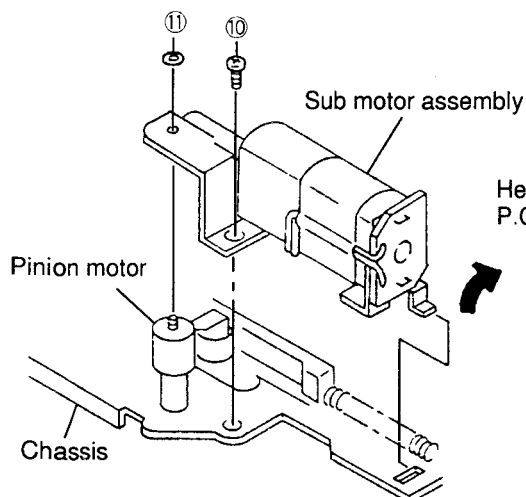

Figure 9
- (1) Remove M1.2 lock washer ⑪ and one screw ⑩ as shown in Figure 9.
- (2) Remove the sub motor assembly by pulling it up in the direction of the arrow as shown in Figure 9.
- (3) Mount it, following the removal steps in the reverse order.
- (1) ロックワッシャー⑪（M1.2）と1本のネジ⑩を外します。（図9参照）
- (2) 図中の矢印の方向へ持ち上げながらサブモーター組立を外します。（図9参照）
- (3) 取り外し方の逆の手順で取り付けます。